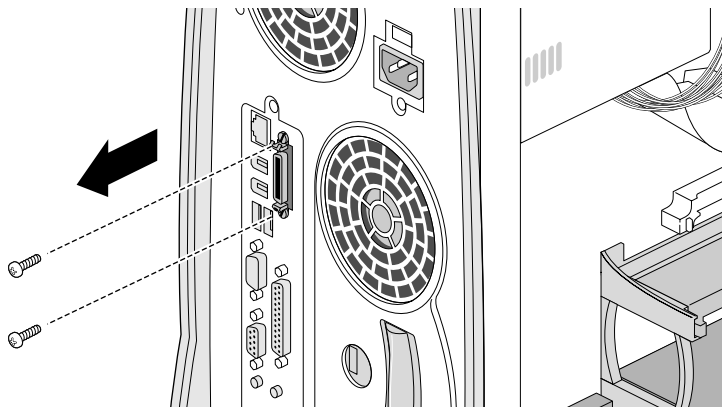

图 5-8 拧下显示卡的螺丝
4. 拆除背板上用来固定卡的 two 颗螺丝，如图 5-8 所示。